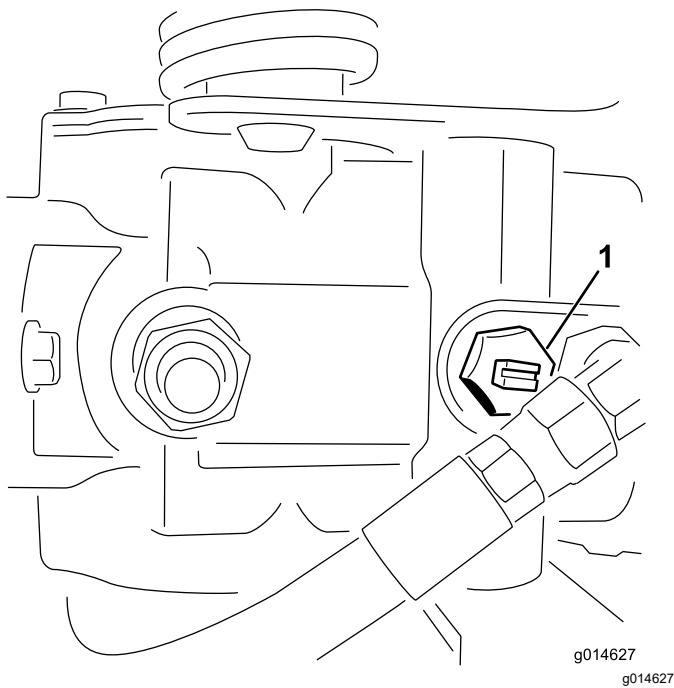

Figura 25
1. Localize a válvula de desvio na bomba e gire-a para que a fenda fique na vertical (Figura 25).
2. Antes de ligar o motor, feche a válvula de desvio girando-a de forma que a fenda fique na horizontal (Figura 25).